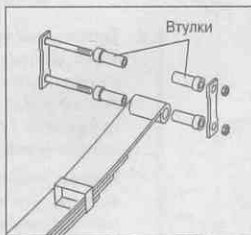

Рис. 16.6. Листовые рессоры оборудованы резиновыми втулками
- ✓ **Листовые рессоры.** Листовые рессоры каждым концом крепятся к раме автомобиля, что позволяет им свободно двигаться. Это крепление обычно имеет **резиновую втулку**, которая позволяет креплению легко вращаться, а также поглощает энергию вибрации и не дает рессоре «дойти» до пассажирского салона (рис. 16.6). Если листовая рессора имеет больше одного листа с каждой стороны, то это называется *сборной листовой рессорой*. Между листами рессоры проложены куски пластика, которые называются *противоскрипной пластмассовой шайбой*. Их можно смазывать смазкой для подвесок, чтобы предотвратить шум, поскольку во время тряски листы трутся между собой.